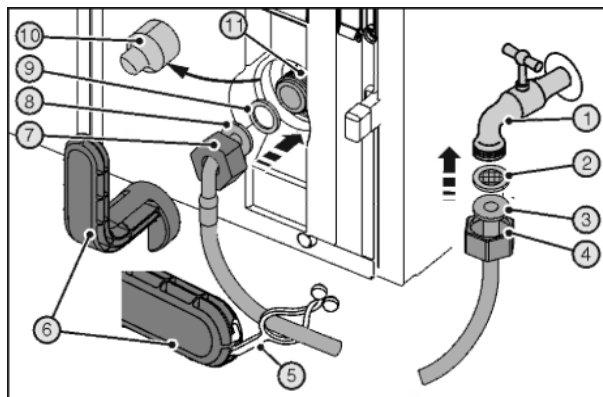

Fig. 27
Řezné rány způsobené rozbitými pomocnými nástroji Fig. 27 (6).
- ▶ Používejte pomocné nástroje Fig. 27 (6) výhradně při pokojové teplotě.
- ▶ Matici Fig. 27 (4) posuňte přes rovný konec hadice Fig. 27 (3) až na konec a držte.
- ▶ Záchytné sítko Fig. 27 (2) vložte do matice Fig. 27 (4).
- ▷ Sítko Fig. 27 (2) leží na plochu na rovném konci hadice Fig. 27 (3) a lehce se přidržuje.
- ▶ Matici Fig. 27 (4) společně s sítkem Fig. 27 (2) přiléhajícím na rovném konci hadice Fig. 27 (3) připojte k uzavíracímu kohoutu Fig. 27 (1).
- ▶ Předchozím otevřením uzavíracího kohoutu Fig. 27 (1) na přívodu vody odvzdušněte vodní potrubí a naplňte je vodou. Přitom držte hadici v kyblíku.
- ▶ Stáhněte kryt Fig. 27 (10).
- ▶ Matici Fig. 27 (7) posuňte přes zahnutý konec hadice Fig. 27 (8) až na konec a držte.
- ▶ Těsnění Fig. 27 (9) navlhčete a přitlačte do matice Fig. 27 (7) na zahnutém konci hadice Fig. 27 (8).
- ▷ Těsnění Fig. 27 (9) leží na plochu na zahnutém konci hadice Fig. 27 (8) a lehce se přidržuje.
- ▶ Matici Fig. 27 (7) společně s těsněním Fig. 27 (9) přiléhajícím na zahnutém konci hadice Fig. 27 (8) připojte k elektromagnetickému ventilu Fig. 27 (11).
- ▶ Utahujte přípojky pomocným nástrojem Fig. 27 (6) ve směru hodinových ručiček, dokud nebude dosažen maximální utahovací moment a pomocný nástroj Fig. 27 (6) se přetáčí.
- ▶ Otevřete uzavírací kohout *Fig. 27 (1)* na přívodu vody a prověřte těsnost celého vodního systému.
- ▶ Zahákněte styčník *Fig. 27 (5)* do pomocného nástroje *Fig. 27 (6)* a upevněte k uschování na nerezové hadici.